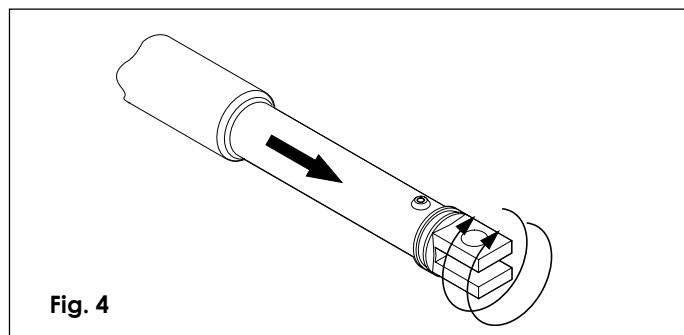

Fig. 4
(1) E' consigliabile ingrassare tutti i perni di fissaggio degli attacchi.
(2) Nel caso non sia possibile eseguire saldature, le piastre degli attacchi anteriore e posteriore sono predisposte per un'eventuale fissaggio tramite viti e tasselli.
- 4) Estrarre completamente lo stelo fino a battuta (fig. 4).
- 6) Ruotare di due giri in senso orario lo stelo dell'operatore (fig. 4).